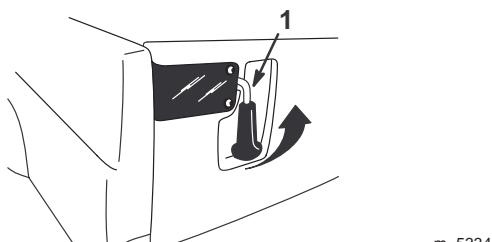

Figure 20
- Pour déverrouiller le hayon, relevez les poignées de verrouillage (Fig. 20). Elles s'écartent alors vers le centre du hayon. Abaissez lentement le hayon.